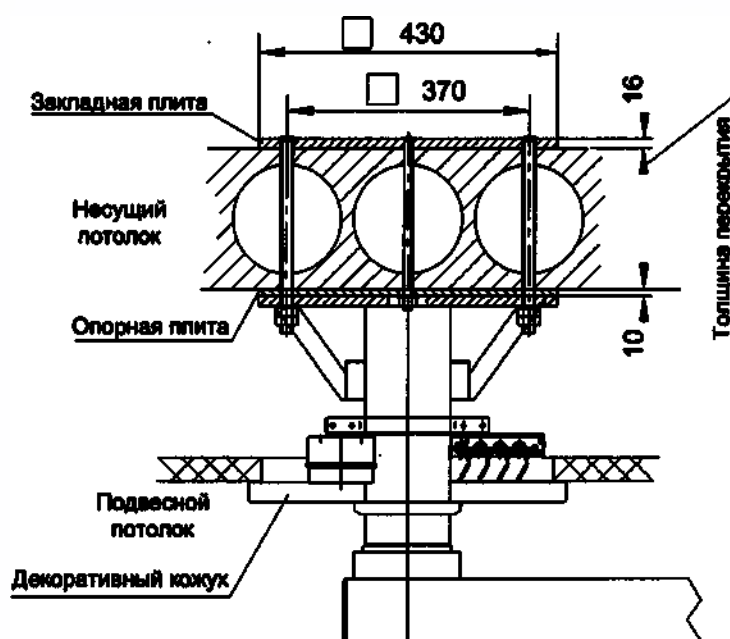

Рис. 8 Типовой вид крепления потолочных консолей
7.1. Местоположение крепления к потолочному перекрытию определяется проектом, в соответствии с планировкой помещения. При выборе расположения отверстий в перекрытии необходимо учесть, что возможные направления оси симметрии угла поворота горизонтального плеча всегда проходят по центру квадрата расположения крепежных отверстий перпендикулярно сторонам квадрата. При креплении несущей конструкции консоли к потолочному перекрытию в конкретном помещении необходимо обратить внимание на указатель (наклейку) центрального положения горизонтальных плеч, расположенный на основании несущей потолочной трубы (Рис. 2). Горизонтальное плечо поворачивается относительно указанной оси (линии) на $\pm 165^\circ$. Для установки консоли в перекрытии просверливаются четыре отверстия $\varnothing 28$ с расстоянием между центрами - 370 мм (квадрат) и одно отверстие в центре квадрата $\varnothing 18$. В просверленные отверстия вставляется закладная плита со шпильками. Со стороны крепления консоли надевается опорная плита и крепится на центральной шпильке (M12). К остальным шпилькам (M18) крепится основание консоли. Типовой вид крепления приведен на Рис. 8.
электрической схеме (Рис.8). При отсутствии подвесного потолка подвод медгазов проводить в пазе декоративного кожуха в сторону центрального положения плеча (Рис.11), а провода электропитания и информационных сигналов – в противоположной стороне кожуха.